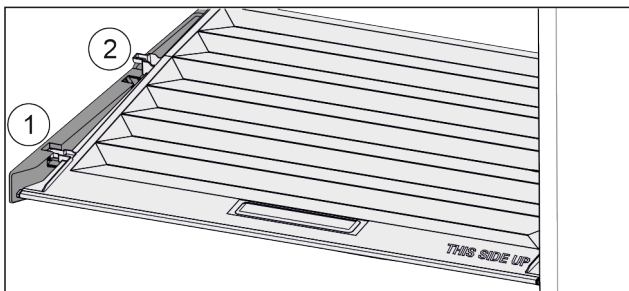

Fig. 36
- ▶ Deksel tot de opening in de vasthouddelen naar voren trekken Fig. 36 (1).
- ▶ Aan de achterkant vanaf de onderkant omhoog tillen en vanaf de bovenkant verwijderen Fig. 36 (2).